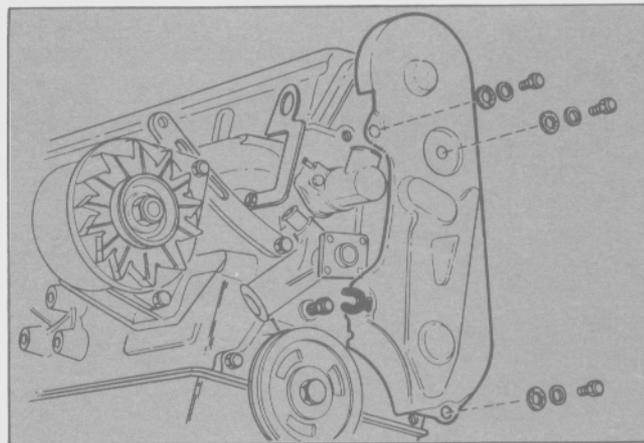

Fig. 76 - Instalación del protector de la distribución
- Montar el protector de la distribución (Fig. 76).